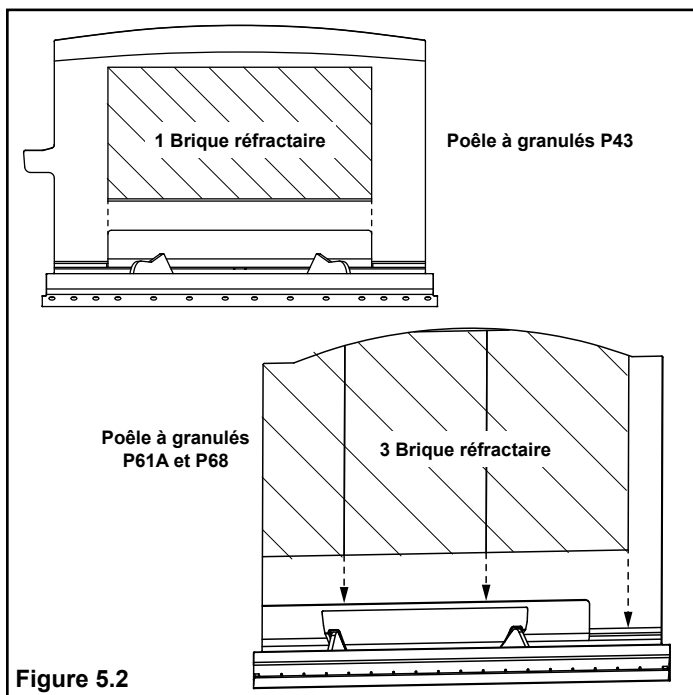

Figure 5.2
Le poêle à granulés P43 a une seule (1) brique réfractaire qui est installée horizontalement sur la cornière au-dessus du pot de combustion. Les modèles P61A et P68 ont trois (3) briques réfractaires qui sont installées verticalement sur la cornière. Figure 5.2.